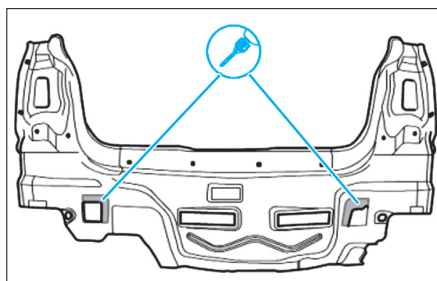

FIG. 122
- Percer des trous de 7 mm sur la pièce neuve comme illustré (Fig.122).